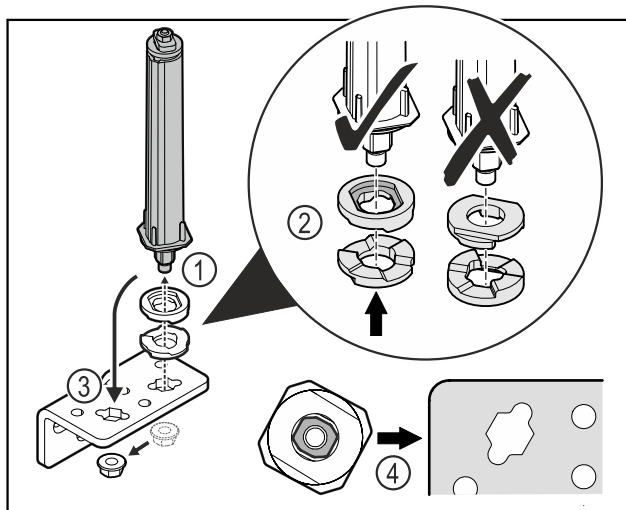

Fig. 30
- Mutter lösen und Türschließsystem entfernen Fig. 30 (1).
- Auf die korrekte Ausrichtung der Höhenverstell-scheiben achten Fig. 30 (2).
- Türschließsystem im Scharnierwinkel umsetzen und mit der Mutter fixieren Fig. 30 (3).
- Beim Einsetzen auf die korrekte Ausrichtung des Türschließsystems achten Fig. 30 (4).